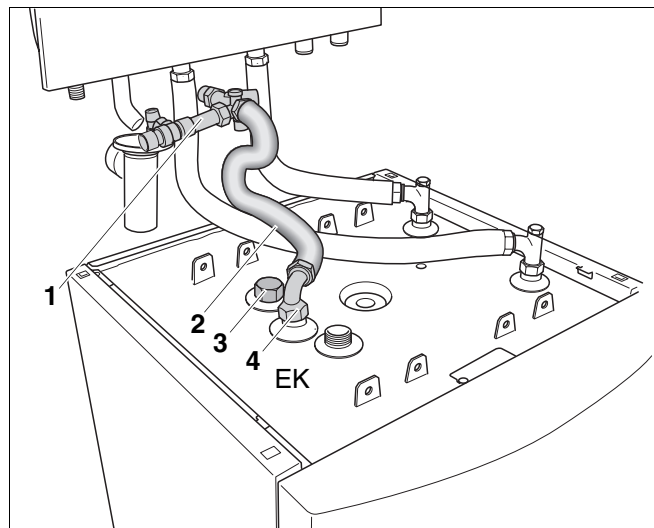

Abb. 15 Kaltwasser-Anschlussrohr montieren
**VORSICHT!** ● Wenn Sie keine Zirkulation am EZ-Anschluss anschließen, verschließen Sie den EZ-Anschluss mit einer Kappe (Abb. 15, **Pos. 3**).
- Anschlusswinkel (Abb. 15, **Pos. 4**) am Speicheranschluss (EK) eindichten.
- Anschlusswinkel (Abb. 15, **Pos. 4**) ca. 45° nach rechts ausrichten (siehe Abb. 15).
- Vorgebogenen Kaltwasser-Wellschlauch (Abb. 15, **Pos. 2**) mit Dichtungen zwischen die Sicherheitsgruppe (Abb. 15, **Pos. 1**) und den Anschlusswinkel (Abb. 15, **Pos. 4**) am Speicher-Wassererwärmer (EK) einschrauben.
- VORSICHT!** ● Prüfen Sie ob der EZ-Anschluss mit einer Kappe (Abb. 15, **Pos. 3**) verschlossen ist.